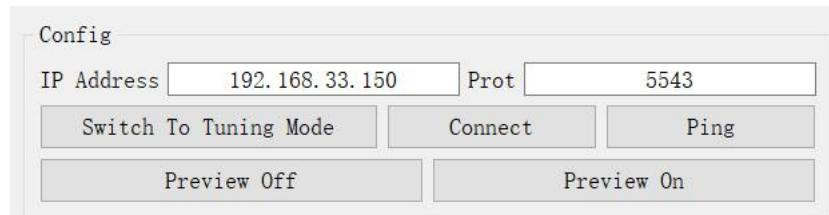

图 4-1-1
- a) 获取 IP 地址后，填入 IP Address，如图 4-1-1 所示，端口号默认使用 5543；